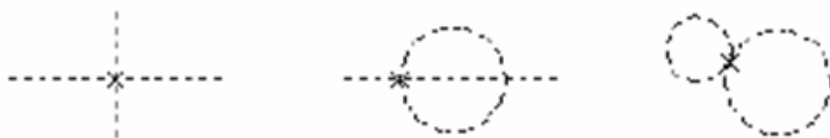

Рис. 7. Построение узлов
**Построение узлов.** T-Flex CAD позволяет строить узлы различных типов (рис. 7), в зависимости от отношения с другими элементами модели. Чаще других используется узел, построенный на пересечении или точке касания линий построения. Такой узел на экране выглядит как небольшое перекрестье.